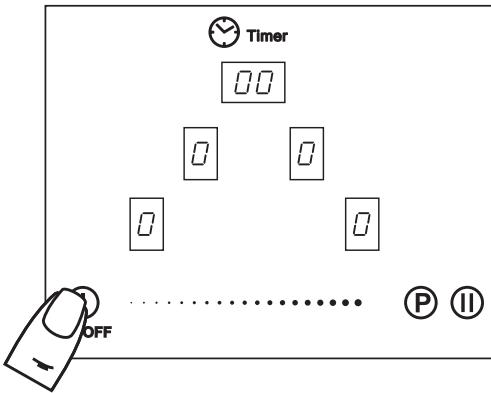

Рис. 11
Коснуться зоны со знаком «①». Во всех окнах индикации конфорок загорится «0» с мигающей точкой (рис. 11).